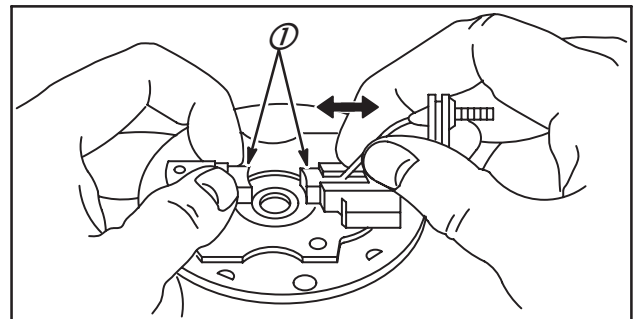

Fig. 52
8. Vérifier le siège, les ressorts et la contamination des balais, Fig. 52